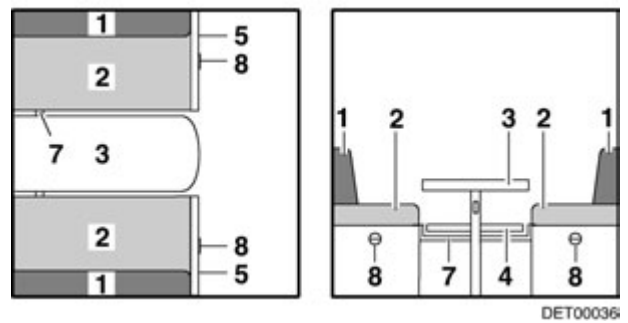

Fig. 84 Antes de la transformación
- Ampliar la mesa (Fig. 84,3) y transformarla en base de cama (véase apartado 7.7).
- Meter el listón (Fig. 84,7) o tirarlo hacia dentro. El listón tiene la posición correcta cuando soporta el tablero de mesa aprox. 15 - 20 cm detrás de la pata de mesa.
- Tirar del asidero (Fig. 84,8) y abrir la trampilla (Fig. 84,5).